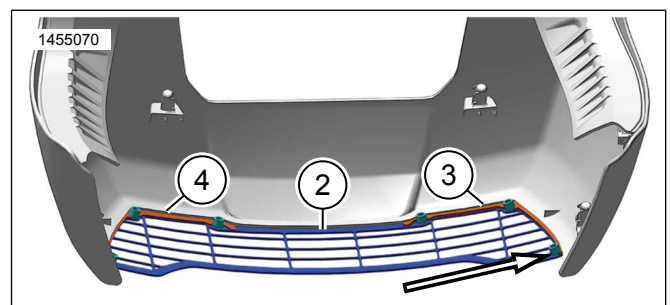

Figure 7.
6. Voir la Figure 7. Vérifier que les entretoises sont placées sur la grille et **non** sur les coussinets de protection.